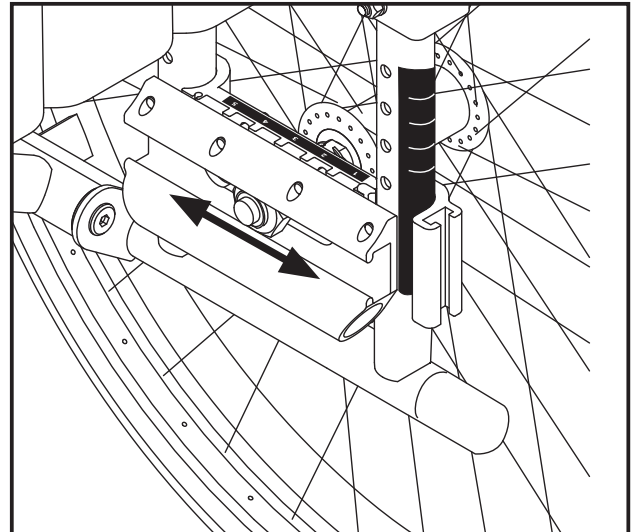

Abbildung 27
- Hülse für Antriebsrad nach vorne oder hinten schieben (Abbildung 27)